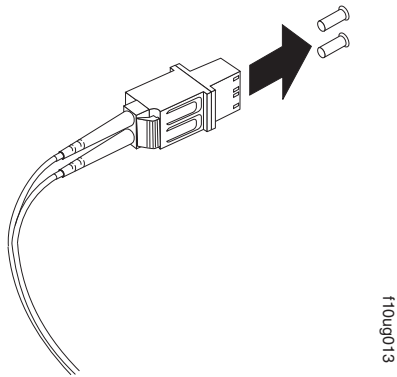

図 32. LC-SC ケーブル・アダプターの保護キャップの取り外し
3. 72 ページの図 32 に示すように、LC-SC ケーブル・アダプターの LC コネクタ側の端から 2 つの保護キャップを取り外します。将来の利用のために、保護キャップを保存しておきます。